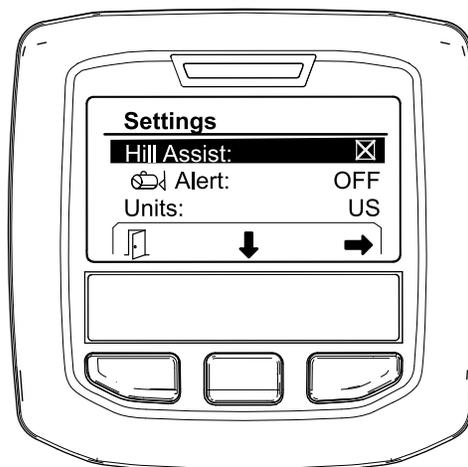

图7
1. 向下滚动至 HILL ASSIST 上坡辅助装置按中间选择按钮进入上坡辅助装置设置菜单图7。